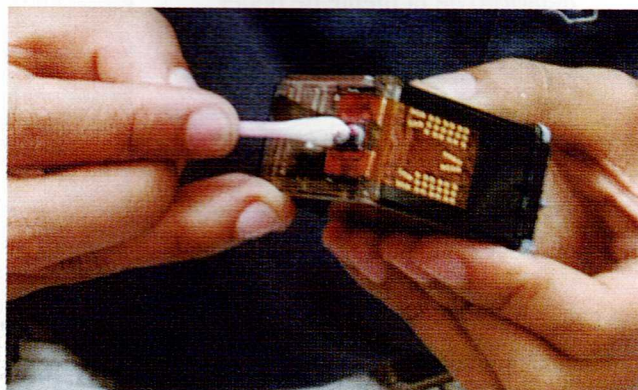

Figura 4.87. Limpieza de las boquillas de impresión
- Este es un problema típico que indica que se ha acumulado cierta cantidad de suciedad en los costados de la cabeza de impresión, por lo que tenemos que retirarla y limpiarla cuidadosamente con un elemento suave humedecido con alcohol isopropílico, figura 4.87; procure tocar lo menos posible las salidas de tinta, ya que son muy delicadas y fácilmente se obstruyen.